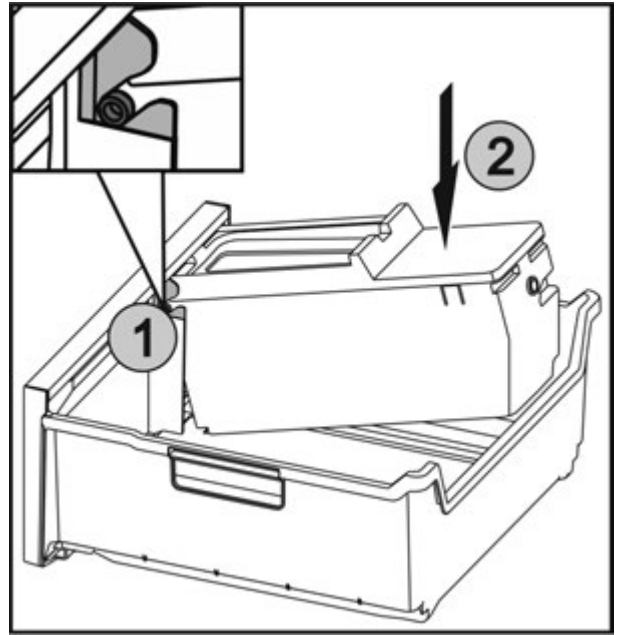

Fig. 50
- ▶ Вставити осі Fig. 50 (1) на EasyTwist-Ice у напрямні та натискати на задню сторону Fig. 50 (2) до фіксації накладки.